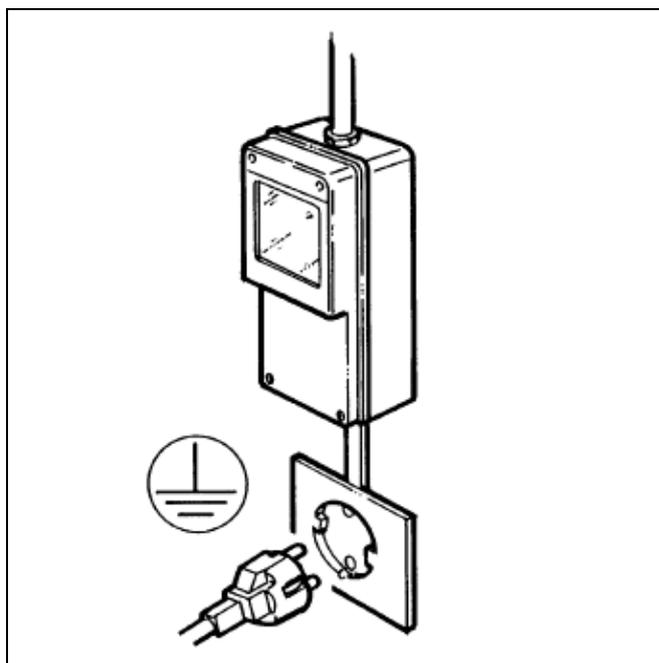

Fig. 8
- Accertarsi che il collegamento sia effettuato ad un impianto dotato di un efficace messa a terra come previsto dalle vigenti normative di sicurezza (fig.8).